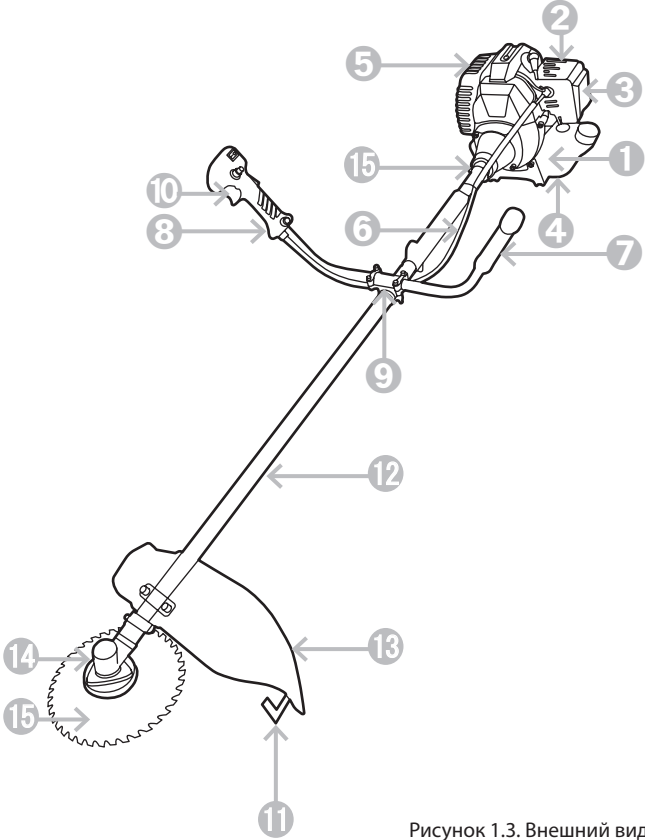

Рисунок 1.3. Внешний вид
U-образная рукоятка (см. рис. 1.3.) состоит из двух частей: левой (7) и правой (8) ручек управления, которые прикреплены к штанге (12) с помощью соединительного кронштейна (9). Левая ручка служит для удержания триммера бензинового левой рукой, а правая ручка — для удержания правой рукой и управлением работой триммера бензинового.
Установка защитный кожух (13) (см рис. 1.3.) на штангу (12) выше корпуса редуктора и закрепите его с помощью скобы и винтов.
- ① Установите внутренний фланец (8) (см. рис 4.3.) на выходной вал (6), и поверните так, чтобы ключом (7) через отверстие в корпусе редуктора (9) застопорить его.
- ② Установите нож (5) на посадочное место во внутреннем фланце (8).
- ③ Установите на выходной вал (6) прижимной фланец (4) и наружный фланец (10).
- ④ Закрутите гайку (1) с помощью ключа (11). Резьбовое соединение имеет левую резьбу, поэтому закручивание произведите в направлении против часовой стрелки.